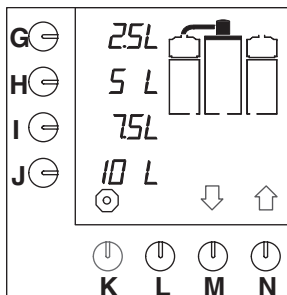

Abb. 6 Ausgangsbildschirm
- Die Kontrolleuchte im Schalter schaltet sich ein. Die Standardwahlmöglichkeiten erscheinen auf dem Display (Abb.6).